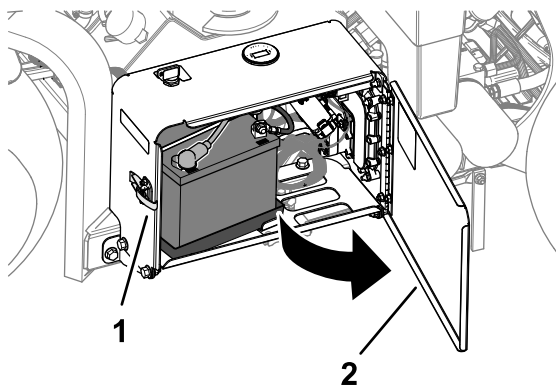

図 169
1. ラッチを外し、バッテリーコンパートメントのドアを開く図 169。